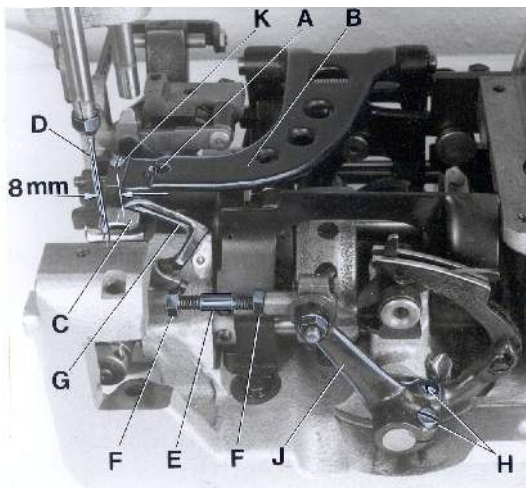
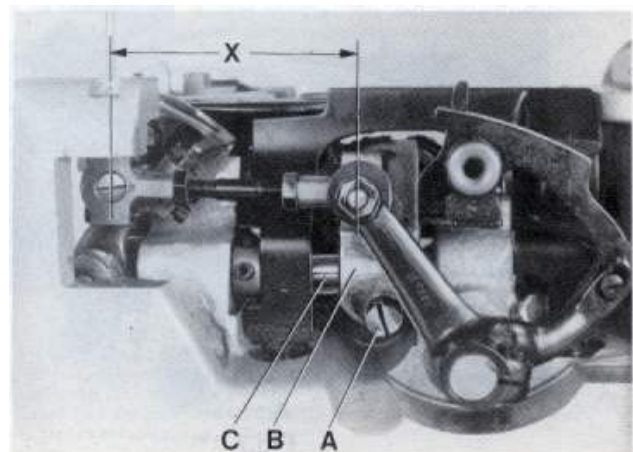
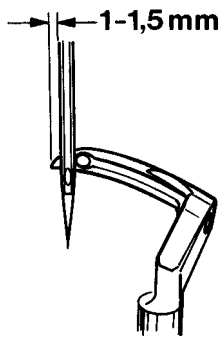
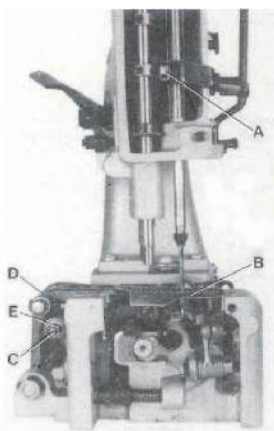

Fig. 3
Fig. 4
Fig.5
Fig.6
Remove the presser foot, throat plate and feed dog and on styles 80800H and HA also the needle guard for convenient access to the machine. On styles 80800C, D and E loosen the screw (A, Fig. 3) in the feed bar (B) and push the feed bar needle guard (C) to the rear to avoid its contacting the needle (D).
For the two thread double locked stitch styles 80800C, E, H and HA, set the looper connecting rod (E) so the distance (X, Fig. 4) between the center lines of the two ball joints is 69.8 mm (2 3/4"). The dimension (X, Fig. 4) should be 68.3 mm (2 11/16) on the single thread chain stitch style 80800D. For adjustment loosen the two nuts (F, Fig. 3) and turn connecting rod (E) forward or backward as required to obtain specified dimension, retighten nuts (F).
Rotate the machine pulley in operating direction so that the looper moves from right to left. The looper point should pass as close as possible to the back of the needle without contacting 0.08 to 0.13 mm (.003 to .005") clearance. For adjustment loosen screws (A, Fig. 4) in the looper eccentric fork (B) and turn looper rocker shaft (C) on the looper rocker forward or backward as required. Retighten screw (A).
Zur bequemeren Einstellung entfernen Sie Drückfuß, Stichplatte und Transporteur und bei den Maschinen 80800H und HA auch den Nadelanschlag. Lösen Sie bei den Maschinen 80800C, D und E die Schraube (A, Fig. 3) im Transporteurträger (B) und drücken Sie den Nadelanschlag nach hinten, damit er die Nadel (D) nicht berühren kann.
Bei den Zweifaden-Doppelkettenstichmaschinen Typen 80800C, E, H und HA muß die Greiferverbindungsstange (E) so eingestellt sein, daß der Abstand (X, Fig. 4) von der Mitte zu Mitte Kugelgelenk 69,8 mm beträgt. Bei der Einfaden-Einfachkettenstichmaschine Typ 80800D beträgt der Abstand (X, Fig. 4) 68,3 mm. Zum Einstellen lösen Sie die beiden Muttern (F, Fig. 3) und drehen die Verbindungsstange (E) vor oder zurück bis der erforderliche Abstand erreicht ist. Ziehen Sie die Muttern (F) wieder an.
Drehen Sie die Riemenscheibe in Nährichtung so, daß sich der Greifer von rechts nach links bewegt. Die Greiferspitze soll so dicht wie möglich hinter der Nadel vorbeigehen, ohne diese zu berühren (0,08 bis 0,13 mm Abstand). Zur Einstellung lösen Sie die Schraube (A, Fig. 4) in der Greiferexzentergabel (B) und schwenken die Greiferhebelwelle (C) am Greiferhebel mit Greifer nach Bedarf vor oder zurück. Ziehen Sie die Schraube (A) wieder an.
Remove the face cover on machine arm. Rotate machine pulley in operating direction until the looper point, moving to the left, projects 1 to 1.5 mm (.040" to .060") left of the needle (see Fig. 5). Lower edge of looper and upper edge of needle eye must be flush in this position. If adjustment is necessary, loosen clamp screw (A, Fig. 6) in the needle bar connection and move the needle bar up or down, as required. Retighten screw (A) and remount face cover.
Entfernen Sie den Stirndeckel am Maschinenarm. Drehen Sie die Riemenscheibe in N hrichtung bis die sich nach links bewegende Greiferspitze 1 bis 1,5 mm links der Nadel steht (siehe Fig. 5). In dieser Stellung m ssen Unterkante Greifer und Oberkante Nadel hr b ndig sein. Ist eine Einstellung notwendig, l sen Sie die Klemmschraube (A, Fig. 6) im Nadelstangenmitnehmer und schieben die Nadelstange (B), je nach Bearf, nach oben oder unten. Ziehen Sie die Schraube (A) wieder an und montieren Sie den Stirndeckel.
At highest point of feed dog travel, the feed dog (B, Fig. 6) should be set so, that the rear teeth project their full depth above the throat plate surface. For setting remove the feed dog and adjust the supporting screw (K, Fig. 3) on the top of the feed bar to the required height. Remount the feed dog, and on styles 80800H and HA also the needle guard.
Im h chsten Punkt der Transporteurbewegung sollen die hinteren Z hne des Transporteurs (B, Fig. 6) eine volle Zahnh he  ber die Stichplattenoberfl che hinausragen. Zur Einstellung entfernen Sie den Transporteur und stellen die St tzschraube (K, Fig. 3) oben im Transporteurtr ger auf die entsprechende H he. Montieren Sie den Transporteur wieder, bei den Maschinen 80800H und HA auch den Nadelanschlag.
On styles 80800C, D and E stud (C, Fig. 6) for changing the stitch length is accessible from the outside. On styles 80800H and HA the housing for the tape cutter and the rear cloth plate have to be removed for changing the stitch length.
Bei den Maschinen 80800C, D und E ist der Bolzen (C, Fig. 6) zum Einstellen der SticHL nge von au en zug nglich. Bei den Maschinen 80800H und HA mu  zum Einstellen der SticHL nge das Geh use f r den Bandabschneider und die hintere Stoffplatte entfernt werden.
The length of the stitch can be adjusted by raising or lowering the stud (C, Fig. 6) in the segment slot of the feed rocker (D). Lowering stud (C) will lengthen the stitch. After loosening nut (E), stud (C) can be moved accordingly. When the desired stitch length is obtained, retighten nut (E). Remount housing for cutter and rear cloth plate on styles 80800H and HA.
Die SticHL nge kann durch h her- oder tieferstellen des Bolzens (C, Fig. 6) in der Nut des Transportrahmen (D) ver ndert werden. Tieferstellen des Bolzens (C) verl ngert den Stich, h herstellen verk rzt ihn. Nach L sen der Mutter (E) l st sich der Bolzen (C) entsprechend verschieben. Wenn die gew nschte SticHL nge eingestellt ist, ziehen Sie die Mutter (E) wieder an. Montieren Sie bei den Maschinen 80800H und HA das Geh use f r den Abschneider und die hintere Stoffplatte wieder.
The needle guard (C, Fig. 3) has to be set so, that it just contacts the needle at its most forward point of travel, without deflecting it.
Der Nadelanschlag (C, Fig. 3) mu  so eingestellt sein, da  er in der vordersten Stellung seiner Bewegung gerade die Nadel ber hrt, aber nicht ablenkt.
On styles 80800C, D and E loosen screw (A, Fig. 3) in the feed bar (B) and adjust the needle guard (C) accordingly. Retighten screw (A).
Zur Einstellung l sen Sie bei den Maschinen 80800C, D und E die Schraube (A, Fig. 3) im Transporteurtr ger (B), und stellen den Nadelanschlag (C) entsprechend ein. Ziehen Sie die Schraube (A) wieder an.